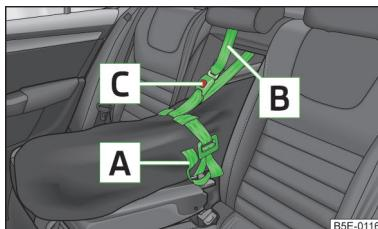

Fig. 78
- » Fije la banda de tracción **A** en el extremo libre alrededor de los esquís delante de las fijaciones » fig. 78.
- Después de cargar los esquís, se deberá asegurar la bolsa para carga gran longitud con la cinta de seguridad **B** » fig. 78.